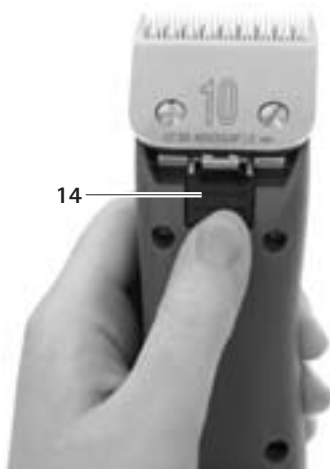

Fig. 3
- Premere il bloccaggio della testa di tosatura **14**, vedere Fig. 3.